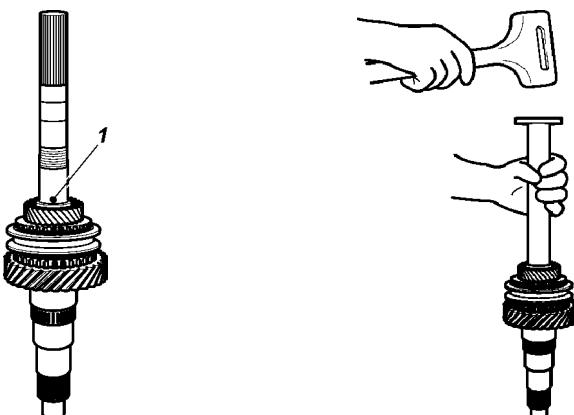

Рис. 6.25. Установка
7. Установите шестернию 47 5 передачи и вставьте шарик, как показано на рис. 6.25.